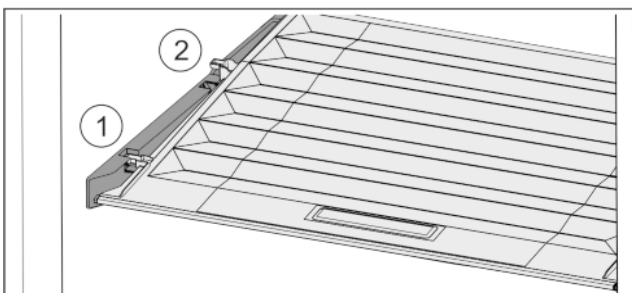

Fig. 33
- ▶ Кришку до отвору в деталях для підтримки потягнути вперед Fig. 33 (1).
- ▶ Підняти ззаду знизу та вийняти Fig. 33 (2) вгору.